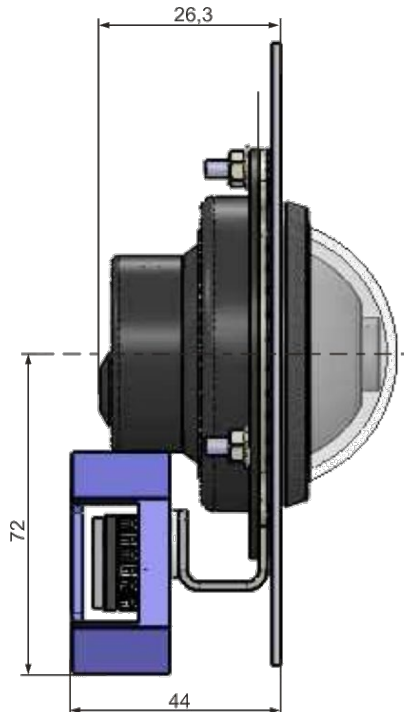

Abb. 4: Beispiel Frontplatte 3 mm, Darstellung ohne Abstandsring
- Kleben Sie den Videozweidrahtsender FVW2000 auf das Befestigungsblech, siehe Abb. 4 und 6.